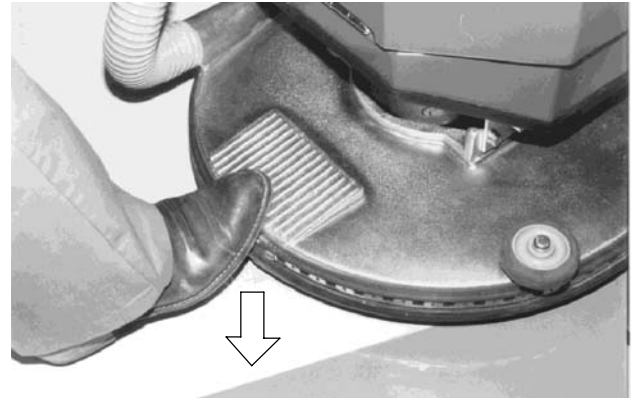

FIG. 5
2. Relâchez les poignées de commande et appuyez avec le pied sur l'arrière de la protection du patin jusqu'à ce que tête se bloque en position abaissée (Figure 5).